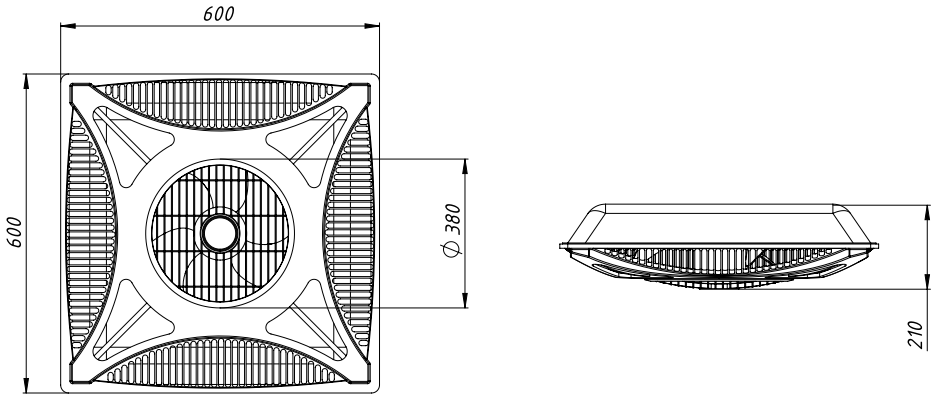

Рис. 2. Габаритные размеры изделия
4.2 Габаритно-присоединительные размеры вентилятора (Рис. 2).